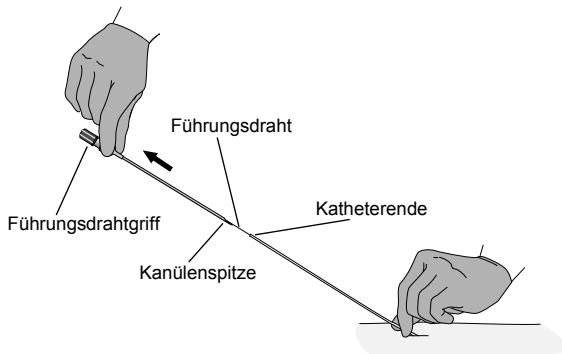

Abbildung 4. Entfernen von Einführkanüle und Führungsdraht
14. Den Katheter an der spinalen Austrittsstelle gut festhalten und Einführkanüle und Führungsdraht simultan herausziehen (Abbildung 4).